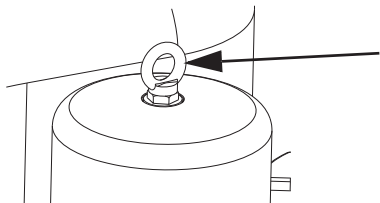

Рис. 28 Проушина
- Вывинтите проушину и гайку из крышки двигателя. См. рис. 28.